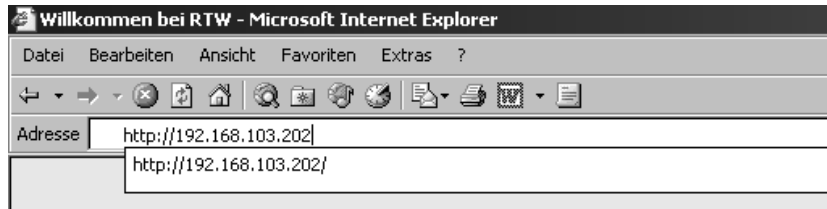

Bild 5-1: IP-Adresseingabe in das Adressfeld des Internet-Browsers
1. Geben Sie „**http://**“ und anschließend die unter Punkt 4 in Abschnitt 5.1. ermittelte IP-Adresse des SurroundControl 30900(-24) in das Adressfeld des Internet-Browsers ein (z. B.: „**http://192.168.103.202**“, siehe Bild 5-1). Bestätigen Sie die Eingabe mit der „Enter“-Taste Ihrer PC-Tastatur.